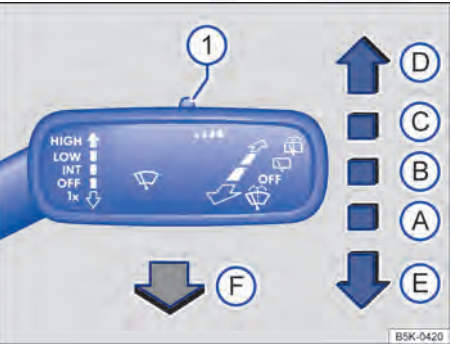

Fig. 115 À direita da coluna de direção: comandar os limpadores do para-brisa.
- Pressionar a alavanca dos limpadores do para-brisa brevemente para baixo → Fig. 115 ⓘ.